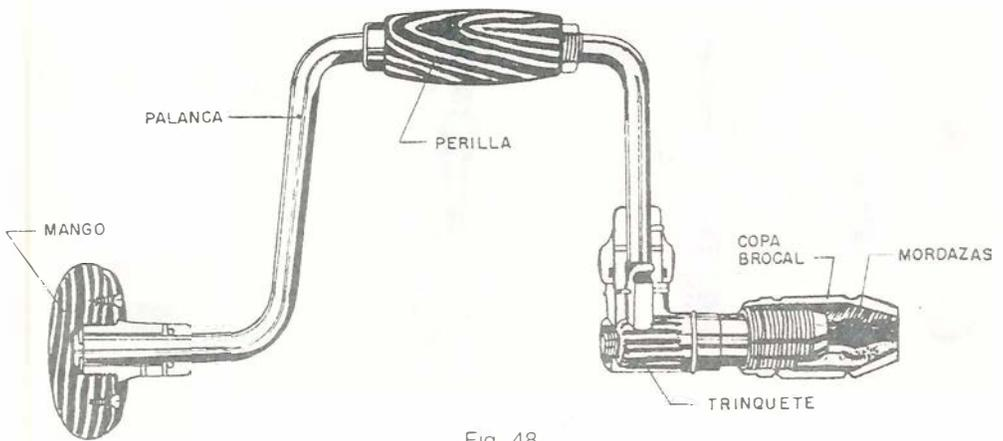

Fig. 48
2. Haga una caja como la que muestra la Fig. 48 para colocar la piedra, mantenerla fija durante el afilado, guardarla y mantenerla perfectamente limpia.
Muchas de las operaciones que se realizan en el banco de trabajo requieren el empleo de tornillos, o "pines", para lo cual es necesario barrenar, es decir, abrir orificios de diámetros determinados. Para esto se utiliza el berbiquí de trinquete (Ver Fig. 48).